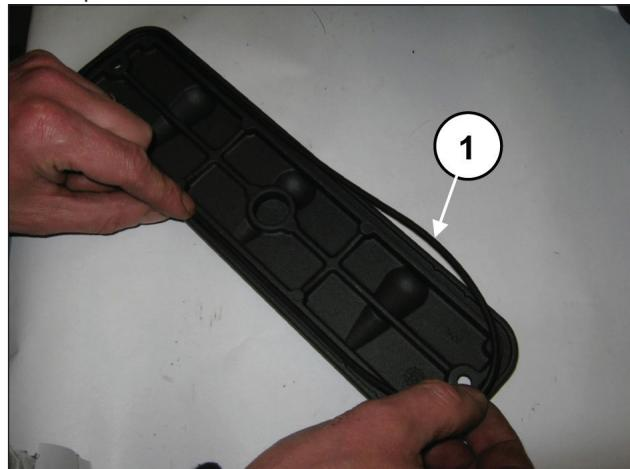
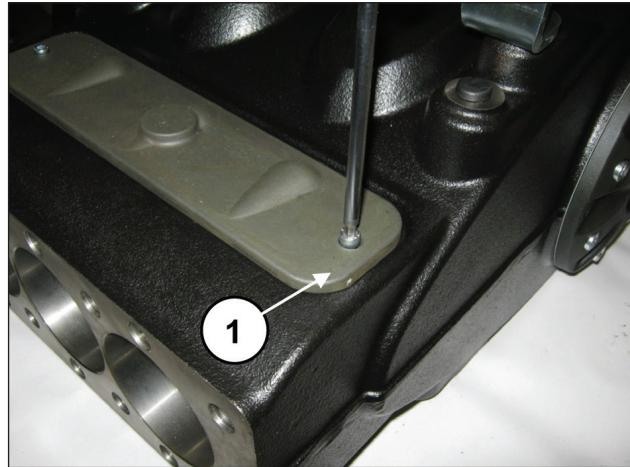

Fig. 93
Fig. 94
Aplicar las tapas de inspección con la junta tórica (pos. ①, Fig. 93) y fijarlas con 2 tornillos M6x14 (pos. ①, Fig. 94) y 2 tornillos M6x40.